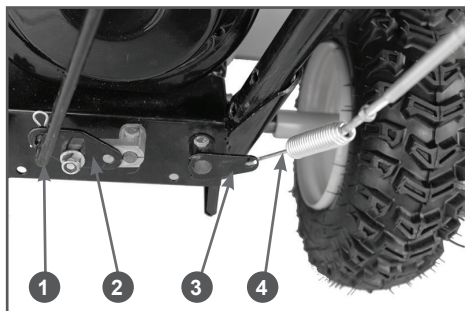

Рис. 7 Установка тяги переключения передач и троса включения шнеков
7. Установите тягу 1 от рычага переключения передач в кронштейн 2 оси переключения передач и зафиксируйте ее шплинтом (Рис. 7). Соедините пружину 4 троса включения шнеков с кронштейном 3 оси включения шнеков (Рис. 7).